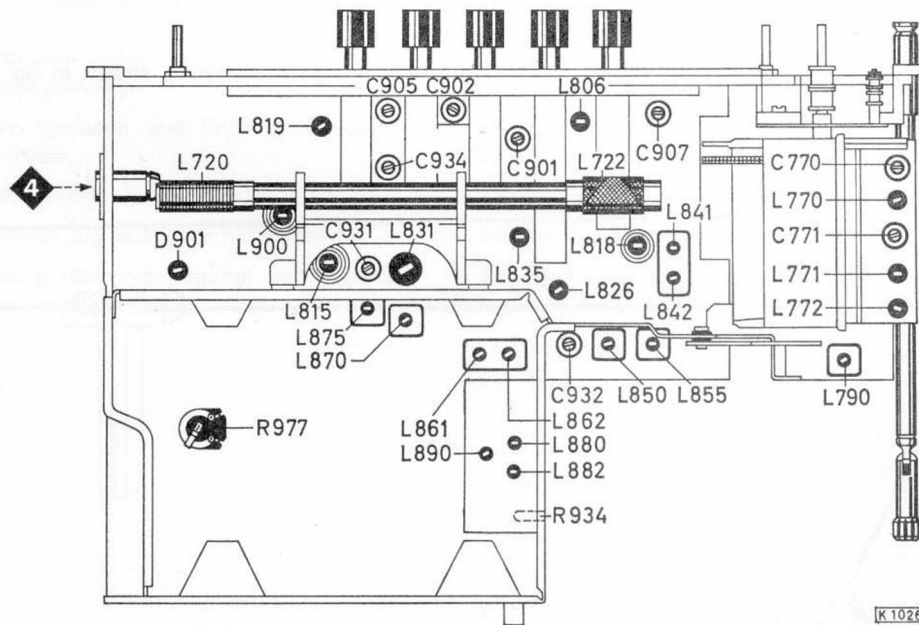

Fig. 3
- 6.5 Den Ruhestrom ca. 1 Minute nach dem Einschalten des Gerätes mit dem Einstellregler R 977 (Fig. 3) auf  $4 \text{ mA} + 20 - 10\%$  einstellen.
- 6.5 Approx. 1 minute after switching on set, set zero signal current via adjuster R 977 (fig. 3) to  $4 \text{ mA} + 20 - 10\%$ .
| <p>1) Kernstellung immer 1. Maximum.</p> <p>2) Bei Geräten mit besonderer Kennzeichnung AM ZF 452 kHz = 0,452 MHz.</p> <p>3) Taste „EU“ (Mittelwellen-Europabereich) zusammen mit Taste „M“ drücken.</p> <p>4) Koppelspule, ca. 20 Windungen, 6 cm Durchmesser, an das Meßsenderkabel anschließen und in die Nähe des Ferritstabes bringen. Abgleich nach der Abgleichtabelle.</p> <p>5) Ein AM-Signal, 400 Hz, 30 % moduliert, soll eine Ratiospannung von 1,4 V erzeugen. Dann mit R 934 ein Spannungsminimum am Outputmeter einstellen, Fig. 3.</p> | <p>1) The core is turned to the 1st maximum.</p> <p>2) For sets with special indication IF AM 452 kHz = 0.452 MHz.</p> <p>3) Press button “EU” (MW Europe band) together with button “M”.</p> <p>4) Connect coupling coil, approx. 20 wdgs. 2.36" φ, to cable of signal generator and approach the coil to ferrite antenna. Align according to alignment table.</p> <p>5) An AM signal, 400 Hz, 30 % modulated, must produce a ratio voltage of 1.4 V. Adjust a voltage minimum at the outputmeter by means of R 934, see. fig. 3.</p> |